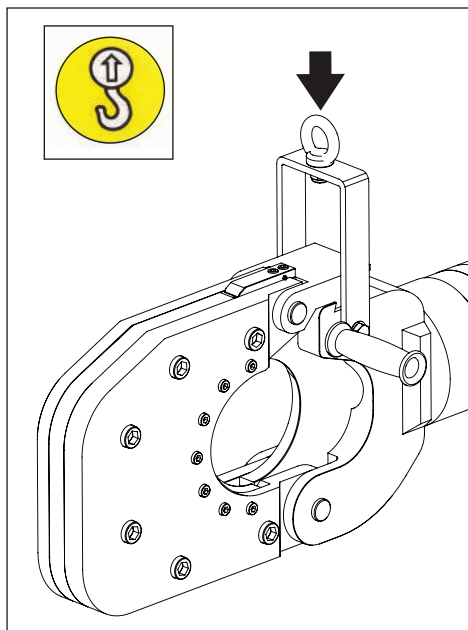

Figura 7, ponto de levantamento do cortador
- Se for necessário mover ou transportar o cortador, use as alavancas do cortador ou o olhal de levantamento fornecido. Veja a Figura 7. Use equipamento de levantamento com capacidade de carga adequada.